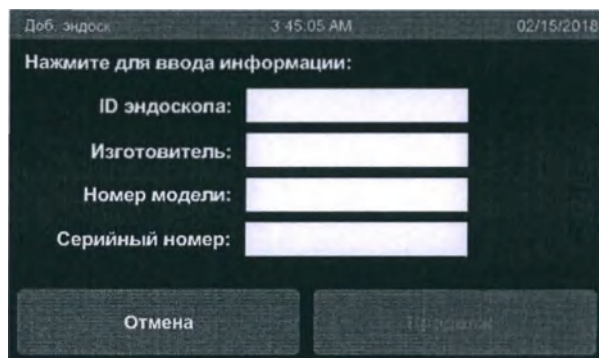

Рис. 23. Экран Add Scope (Доб. эндоск)
4. На экране Add Scope (Доб. эндоск) (рис. 23) находятся поля для ввода информации об имеющихся у вас в наличии эндоскопах. За одну операцию можно вводить информацию только об одном эндоскопе. Обязательными для заполнения являются поля Score ID (ID эндоскопа) и Serial Number (Серийный номер); остальные поля — необязательные. Для добавления информации в поле коснитесь его в любом месте.